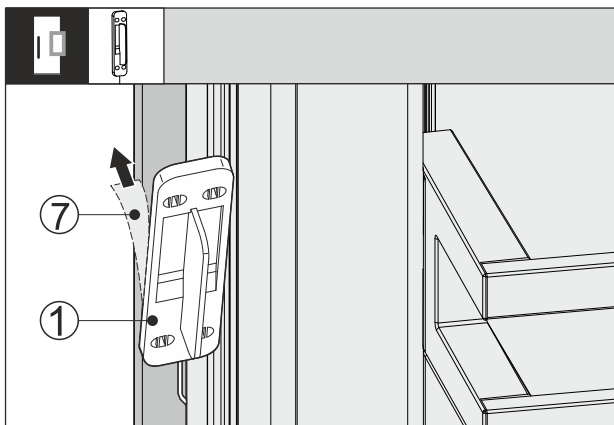

Fig. 65
- ▶ Træk beskyttelsesfolien Fig. 65 (7) på bagsiden af bankesensoren Fig. 65 (1) af.